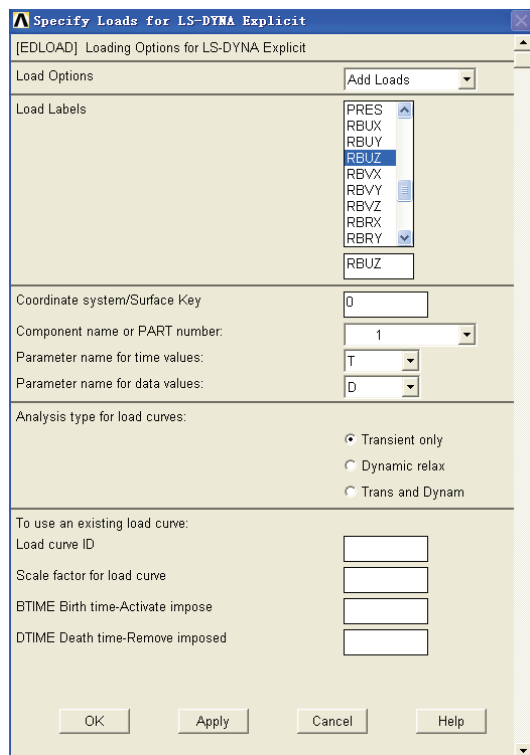

图 5-248 定义载荷对话框
3) 选择 Main Menu | Solution | Loading Options | Specify Loads 命令, 出现 Specify Loads for LS-DYNA Explicit 对话框, 参照图 5-248 对其进行设置, 单击 OK 按钮关闭该对话框。